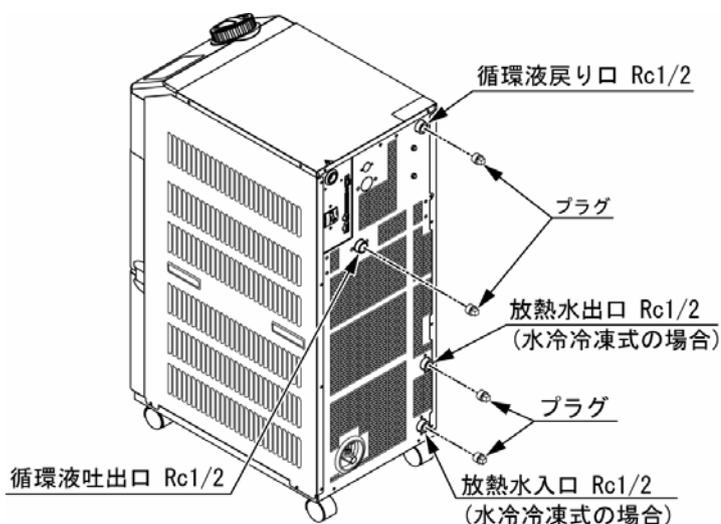

図 7-6 プラグの取付け
9. 図 7-6 プラグの取付けを参照し、本製品の循環液吐出口・戻り口および放熱水出入口(水冷冷凍式の場合)にプラグ(Rc1/2)を取付けます。